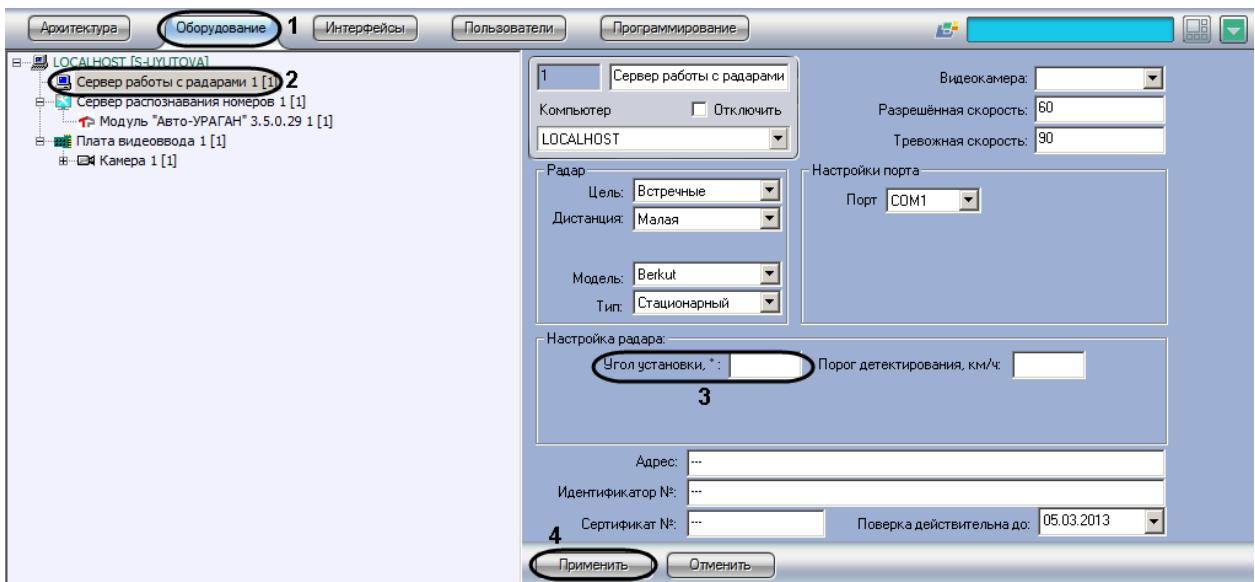

Рис. 7.3—9. Указание угла наклона устройства «Радар» над дорогой
- В дереве объектов на вкладке «Оборудование» выбрать объект «Сервер работы с радарами», соответствующий настраиваемому программному модулю «Радар» (см. Рис. 7.3—9, 2). В правой части вкладки «Оборудование» отобразится панель настройки выбранного объекта.
- Задать в поле «Угол установки,⁰» угол наклона устройства «Радар» над полосой дорожного движения (см. Рис. 7.3—9, 3).